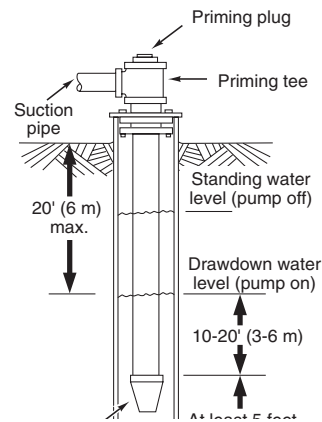

FIGURA 1- INSTALACIÓN DE POZO ENCAMISADO/EXCAVADO
5. Cuando se utilice una válvula de contención, se recomienda un empalme T de cebado y tapón (figura 1).
5. Si se deben utilizar tramos de tubería horizontal largos, instale un acople en T de cebado entre la válvula de retención y la cabeza del pozo (figura 1). Use tubería schedule 80 o de hierro.